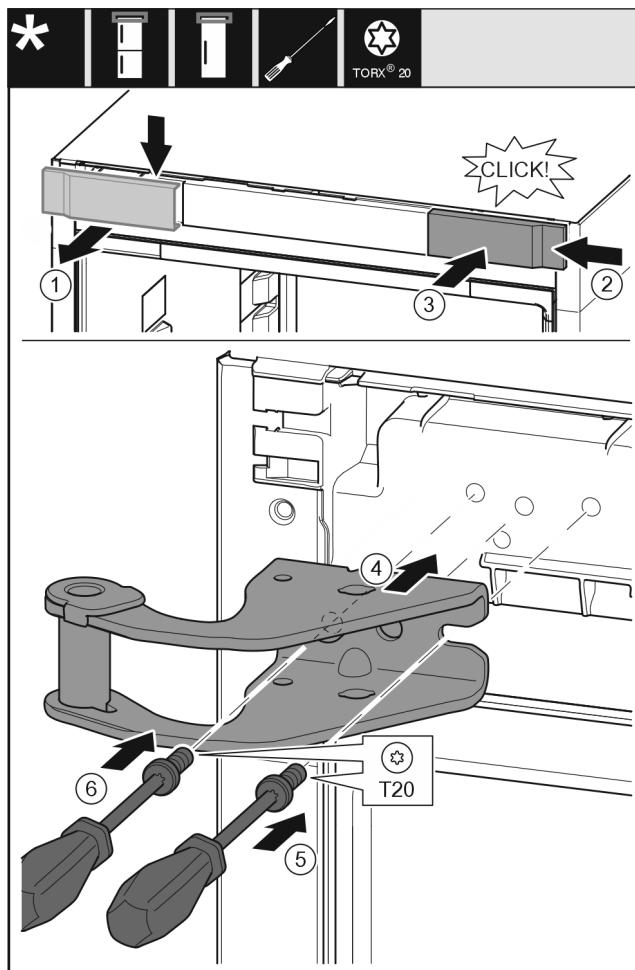

Fig. 13
- Зніміть кришку вгорі вперед. Fig. 13 (1)
- Почекайте кришку, що повернута на 180°, з іншого боку праворуч. Fig. 13 (2)
- Зафіксуйте кришку. Fig. 13 (3)
- Встановіть верхній опорний кронштейн. Fig. 13 (4)
- Встановіть та закрутіть гвинт за допомогою викрутки T20. Fig. 13 (5)
- Встановіть та закрутіть гвинт за допомогою викрутки T20. Fig. 13 (6)